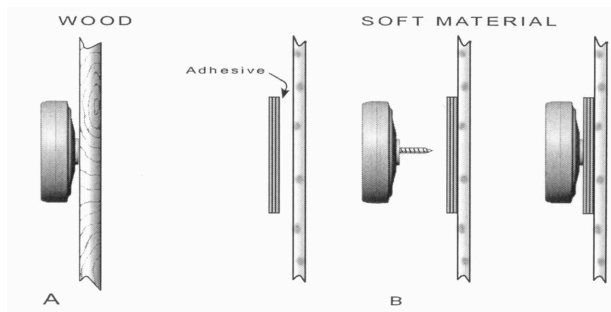

Рис.3
3. Вкрутите излучатель по часовой стрелке в отверстие пока он не прикоснется поверхности. НЕ ЗАТЯГИВАЙТЕ СЛИШКОМ СИЛЬНО. См. Рис.3А.
3. Вкрутите винтовой адаптер в излучатель. См. Рис.3В.